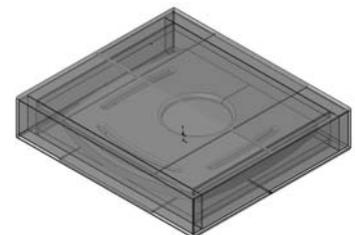

Abbildung 3 - Verpackung Keramik des Kaminofens Bahr
- eine Verpackung enthält die Abdeckplatte aus Keramik (Der Karton mit der Keramik-Abdeckplatte wird auf den Karton mit der Struktur gelegt) Abb. 3.